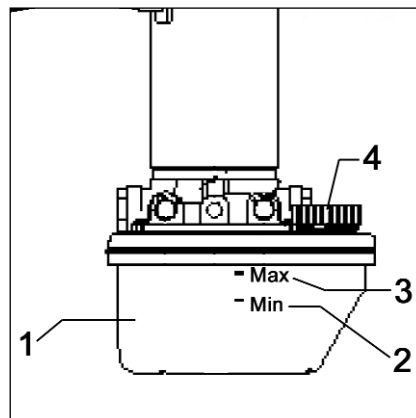

Abb.28
- Hydraulikölstand am Behälter (Abb.28/1) kontrollieren, der Hydraulikölstand darf sich nicht unter der Minimummarke (Abb.28/2) befinden. Er sollte sich immer zwischen der Minimummarke (Abb.28/2) und der Maximummarke (Abb.28/3) befinden.
- Deckel (Abb.28/4) abnehmen und entsprechend dem Hydraulikölstand nachfüllen.